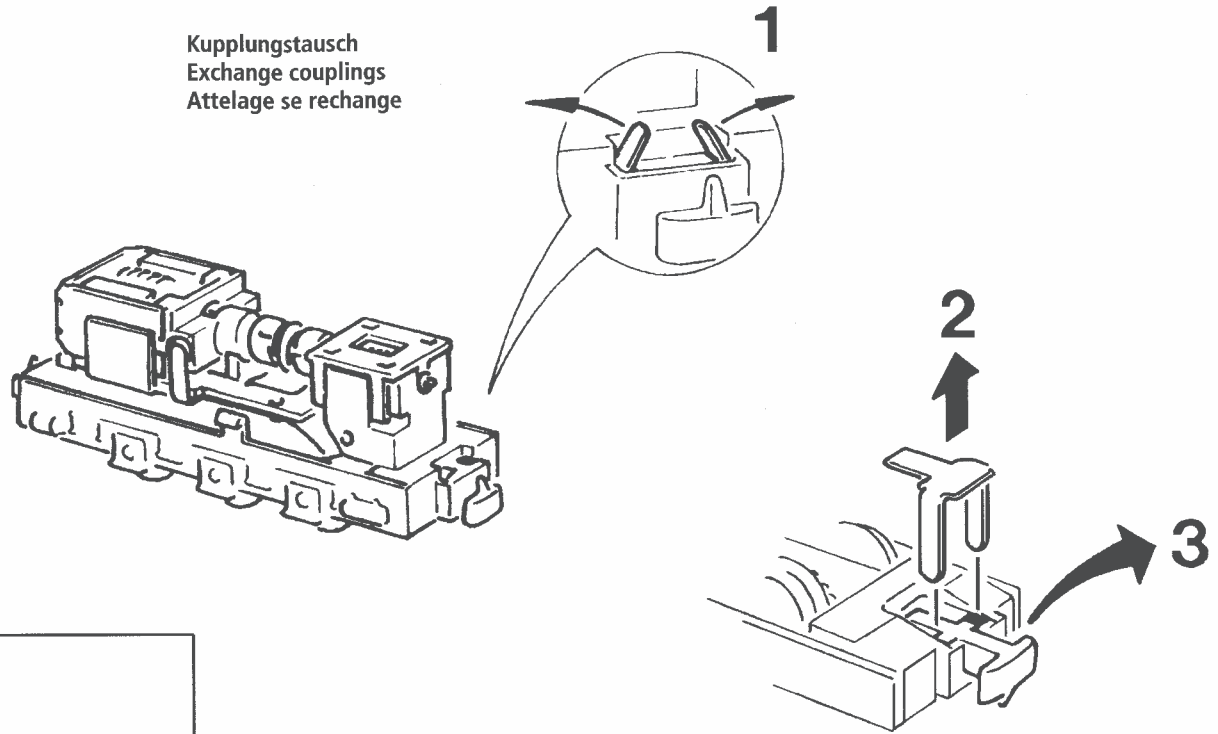

Fig. 2
2. Schmierung: Versehen Sie die im Schmierplan in Fig. 6 gekennzeichneten Stellen mit nur **kleinen Öltropfen**. Dazu zuerst das Lokgehäuse abnehmen (Fig. 2). Wir empfehlen den **ROCO Öler Art.-Nr. 10906**. Fürs Schmieren der Getriebeteile (Zahnräder, Schnecke) empfehlen wir das **ROCO-Spezialfett Art.-Nr. 10905**. Im Falle der Schmierung diese Teile **nicht ölen**.
3. Kohlebürstenwechsel: Lokgehäuse abnehmen (Fig. 2). Danach wird der Motor ausgebaut und die Kohlebürsten ausgewechselt (Fig. 5).
2. Lubrication: Apply **tiny oil drops** to spots marked in fig. 6. Prior to lubrication dismantle locomotive (fig. 2). We recommend using item no. **10906, ROCO oiler**. For lubrication the gearparts (e.g. cogwheels, worm) we should recommend our ROCO **special grease** (item no. **10905**).
3. Carbon Brush Changing: First remove locomotive body (fig. 2), and then the motor (fig. 5).
2. Graissage: N'appliquez **qu'une tout petite goutte** aux endroits indiqués par le plan de graissage (fig. 6) après avoir démonté la caisse de la locomotive (fig. 2). Nous vous recommandons le **graisseur à huile ROCO réf. 10906**. Pour graisser les engrenages (roues dentées, vis sans fin) nous vous conseillons la **graisse spéciale ROCO réf. 10905** pour engrenages en matières synthétiques. Lorsque vous utilisez cette graisse il faut éviter d'huiler ces composants.
3. Remplacement des balais du moteur: Démontez la caisse (voir fig. 2). Démontez ensuite le moteur et échangez le balais (fig. 5).